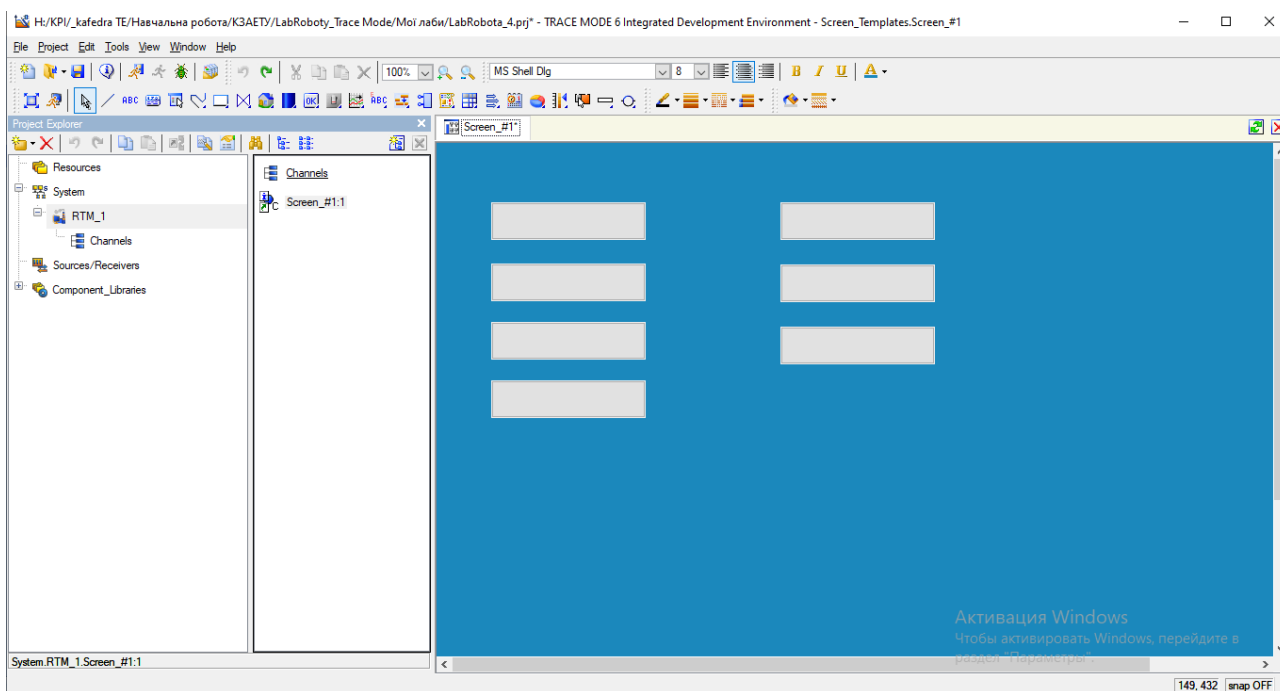

Рисунок 2 – Розміщення семи ГЕ **Кнопка** на графічному екрані
1.3 Розмістити на екрані, як показано на рис. 2, сім ГЕ **Button** (Кнопка) для вводу параметрів САР та значення сигналу завдання: